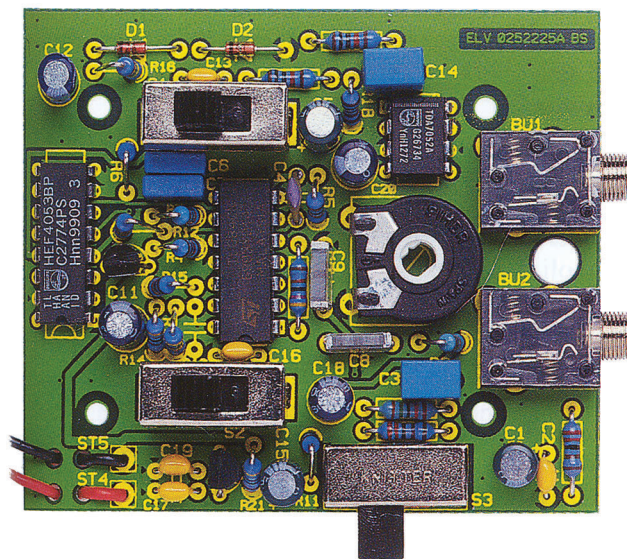

Figura 5 5- Disposizione dei componenti sul circuito stampato.
neggiare i punti di saldatura (vedere Figura 5). È indispensabile installare i semiconduttori ed il condensatore elettrolitico rispettando le giuste polarità: i diodi hanno il catodo contrassegnato con un cerchio, nel condensatore elettrolitico invece risulta evidenziato il polo negativo. Infine, i circuiti integrati (IC) devono essere collocati in modo che le tacche sulla loro custodia corrispondano con la serigrafia presente sulla basetta. Per ultimi si installano l'interruttore a scorrimento e le prese. I cavi di collegamento del clip della batteria devono essere condotti attraverso gli appositi fori della basetta (si veda la figura) e saldati a ST4 (morsetto +) con il cavetto rosso ed a ST5 (morsetto -) con il cavetto nero. Segue poi l'installazio-